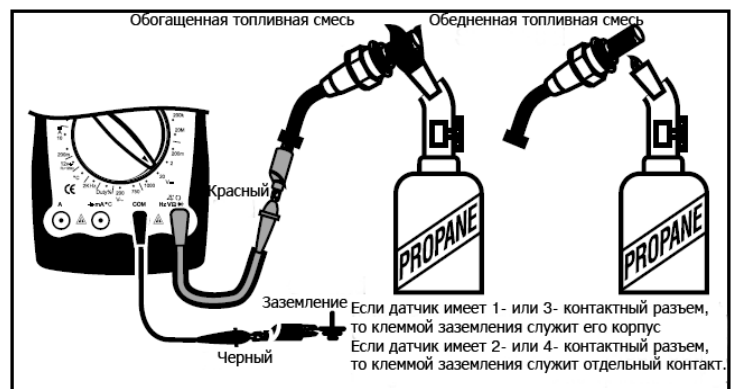

Рис. 21
J. Тестирование датчиков двигателя (См. рис. 21)